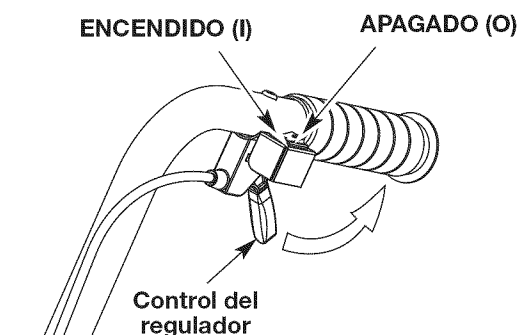

Fig. 10
3. Coloque el Control de Encendido/Apagado (On/Off) en la posición de **ENCENDIDO (ON) [I]** (Fig. 10).
2. Coloque el control de Encendido/Apagado en posición de **APAGADO (O)** (Fig. 10).